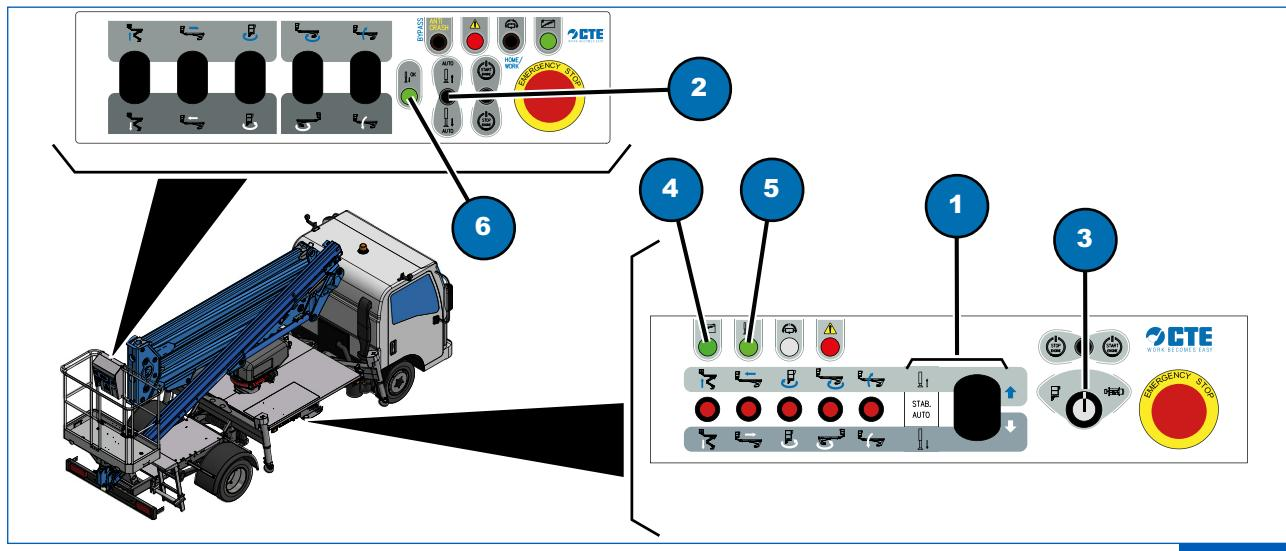

Fig. 15.2
La piattaforma può essere equipaggiata con stabilizzazione automatica che comporta la sostituzione del distributore idraulico con un distributore elettroidraulico, in telaio, e l'abilitazione della funzione "STAB. AUTO" della leva proporzionale (Fig. 15.2, 1) sul quadro comandi a terra e del selettori instabili (Fig. 15.2, 2) sul quadro comandi piattaforma di lavoro. Il distributore elettroidraulico permette l'azionamento degli stabilizzatori sia mediante leve che da comando elettrico.
- 2) Infilare la chiave nel selettori (Fig. 15.2, 3)
- 3) Ruotare il selettori (Fig. 15.2, 3) nella posizione "Comandi terra";
• la spia (Fig. 15.2, 4) si accende;
- 4) Verificare che la spia "STAB OK" (Fig. 15.2, 5) degli stabilizzatori sia spenta;
- 5) Azionare e mantenere azionata verso il basso la leva proporzionale (Fig. 15.2, 1) per effettuare la discesa automatica degli stabilizzatori, in modo da sollevare l'autoveicolo e scaricare le sospensioni.
- durante la procedura di stabilizzazione automatica la spia "STAB OK" (Fig. 15.2, 5) si spegne.
- Al termine della procedura controllare l'accensione della spia "STAB OK" (Fig. 15.2, 5), che indica l'avvenuta stabilizzazione dell'autoveicolo.
- 3) Ruotare il selettori (Fig. 15.2, 3) nella posizione "Comandi piattaforma di lavoro";
- la spia (Fig. 15.2, 4) si accende;
- 6) Verificare che la spia "STAB OK" (Fig. 15.2, 6) degli stabilizzatori sia spenta;
- 7) Azionare e mantenere azionato verso il basso il selettori instabile (Fig. 15.2, 2) per effettuare la discesa automatica degli stabilizzatori, in modo da sollevare l'autoveicolo e scaricare le sospensioni.
- Al termine della procedura controllare l'accensione della spia "STAB OK" (Fig. 15.2, 6), che indica l'avvenuta stabilizzazione dell'autoveicolo.